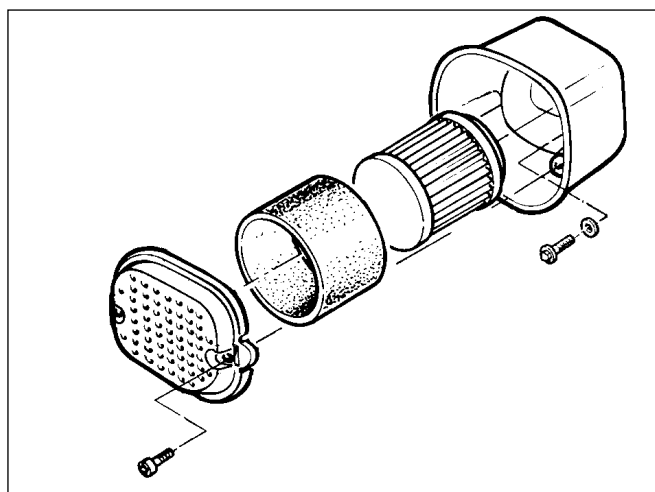

Abb. 12
Dieser Luftfilter besteht aus einem Papierfiltereinsatz, der von einer als Vorfilter fungierenden Filzlage umgeben ist. Die Anbauposition des Filters bei Motoren mit horizontaler Kurbelwelle ist in Abb. 12, für Motoren mit vertikaler Kurbelwelle in Abb. 13A und 13B dargestellt.
- Lösen Sie die beiden Schrauben des Gehäuseoberteils vollständig und entfernen Sie den Gehäusedeckel vom Gehäuseunterteil (Abb. 12).
- Bringen Sie das Gehäuseoberteil wieder an und ziehen Sie Befestigungsschrauben gut fest (Abb. 12).